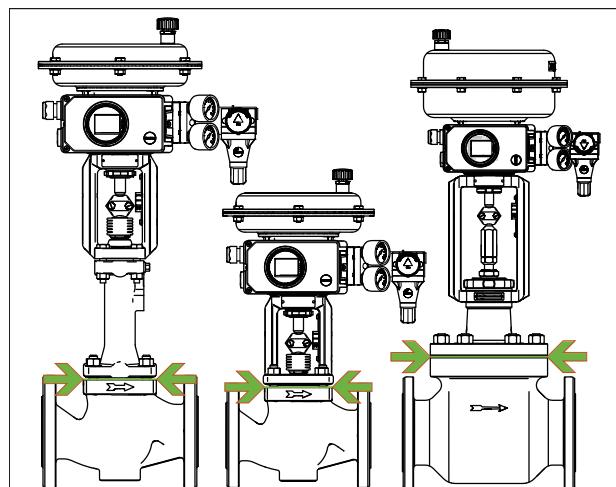

Рис. 19: Граница изоляции регулирующих клапанов (пример)
- ⇒ Изолируйте регулирующие клапаны до фланца крышки корпуса клапана, см. Рис. 19. Это также относится к исполнениям с сильфоном или изолирующей вставкой при температуре среды ниже 0 °C (32 °F) или выше 220 °C (428 °F). Если изолирующая ставка также изолируется, она теряет свою функцию!